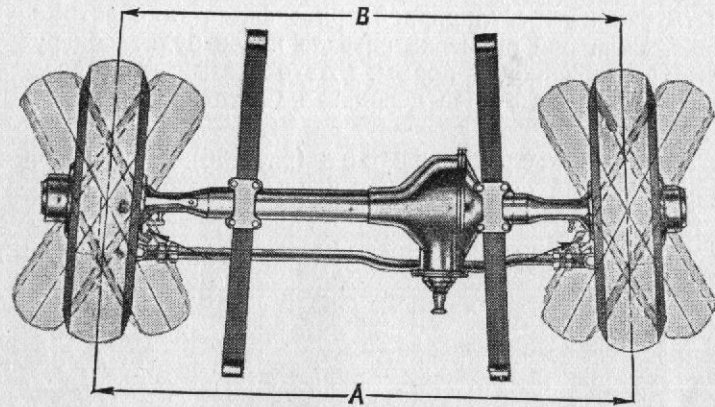

Рис. 34. Схема схождения передних колёс
Регулировка схождения колёс. Под схождением колёс (рис. 34) понимают разность расстояний между серединами колёс спереди (B) и сзади (A) (по ходу автомобиля). Нормальное схождение колёс должно быть в пределах 1,5—4,5 мм ($1/16$ — $3/16$ ").